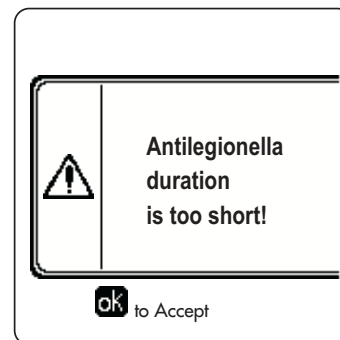

fig. 27- Mesajul Funcția Antilegionella nu a fost finalizată
- Dacă **Funcția Antilegionella** nu este executată corect, pe afișaj se vede mesajul indicat în fig. 27. Chiar dacă apare acest mesaj, centrala va continua să funcționeze corect.